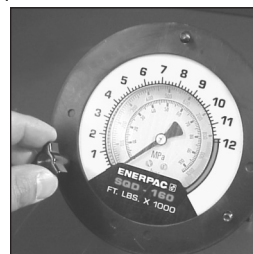
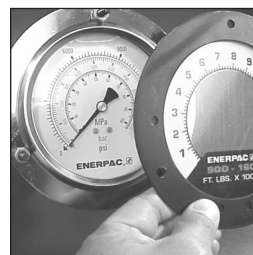

Рисунок 9
Рисунок 10
1. Выверните три черных винта с барашками, крепящие передний фланец манометра (см. рис. 9).
2. Снимите передний фланец и съёмную шкалу (см. рис. 10.)
4. Удерживая съёмную шкалу на фланце (см. рис. 10), установите фланец на шпильки, откорректируйте положение съёмной шкалы и пальцами руки затяните винты с барашками (см. рис. 9).